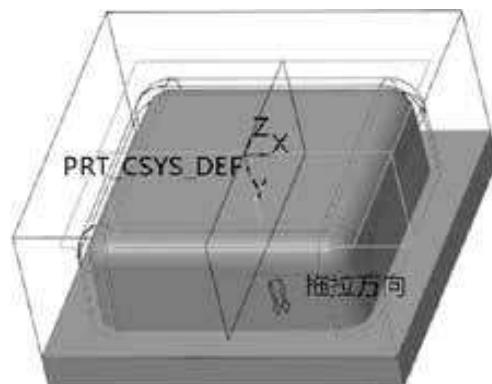

图1-43 “体积块_2”的形状
Step 05 选中“体积块_1”, 取消“体积块_2”的选中状态, 在工作区中显示“体积块_1”的形状, 如图1-43所示。